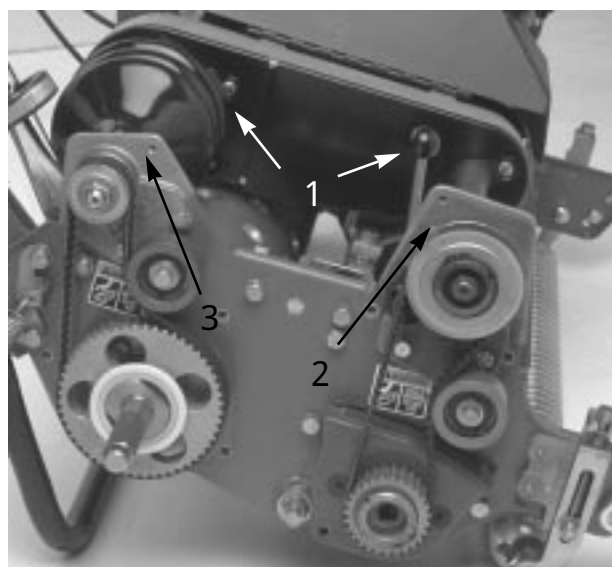

図 42
- 4 . デファレンシャル・カバーの前部分と後部分を外す (カバーをハウジングに固定しているキャップスクリューを取ってカバーを開く ; 図42)。
6. 前クラッチ・ハウジング (図42) をサイド・プレートに固定しているキャップスクリューとロックナット (各2) を取る。
8. 右後ベアリング・ハウジング (図42) をサイド・プレートに固定しているキャップスクリュー (各2) を取る。